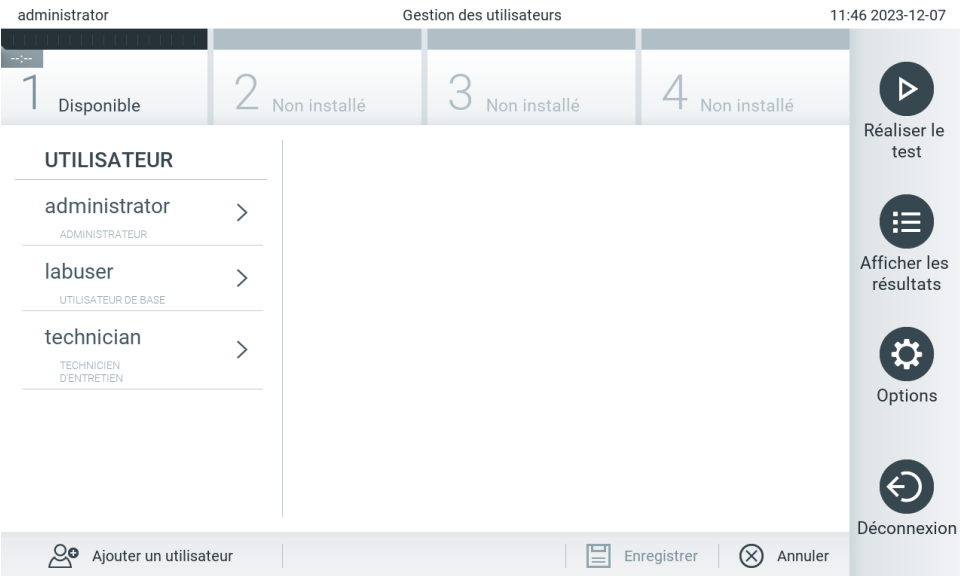

Figure 50. Écran User Management (Gestion des utilisateurs).
- 1. Appuyez sur **Options > User Management** (Gestion des utilisateurs) pour configurer les utilisateurs. L'écran User Management (Gestion des utilisateurs) s'ouvre dans la zone de contenu de l'affichage (figure 50).